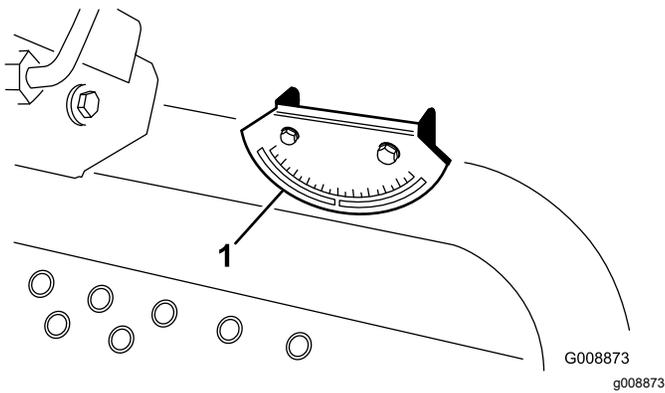

图 6
2. 将手持倾角计随机器提供放到油箱旁边的机架横梁上检查机器是否水平图 6。从操作员的位置看测斜仪的读数应该为零度。